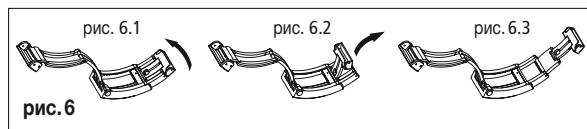

рис. 6
**Увеличение длины ремешка для одевания часов на гидрокостюм (рис. 6)**